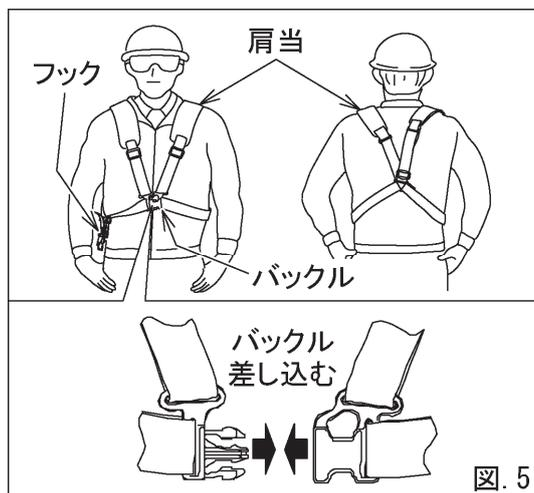

図. 5
4) ハンガーとショルダーバンドの調整 (図.5・6)
- (1) ハンガーをショルダーバンドで吊った時に刈刃が地面から約5~15cmの高さで地面と平行になるように調整します。
- (2) ショルダーバンドはフックが右腰に、肩当が両肩にくるようにかけて下さい。身体の前側でバックルを差し込んで下さい。(図.5)